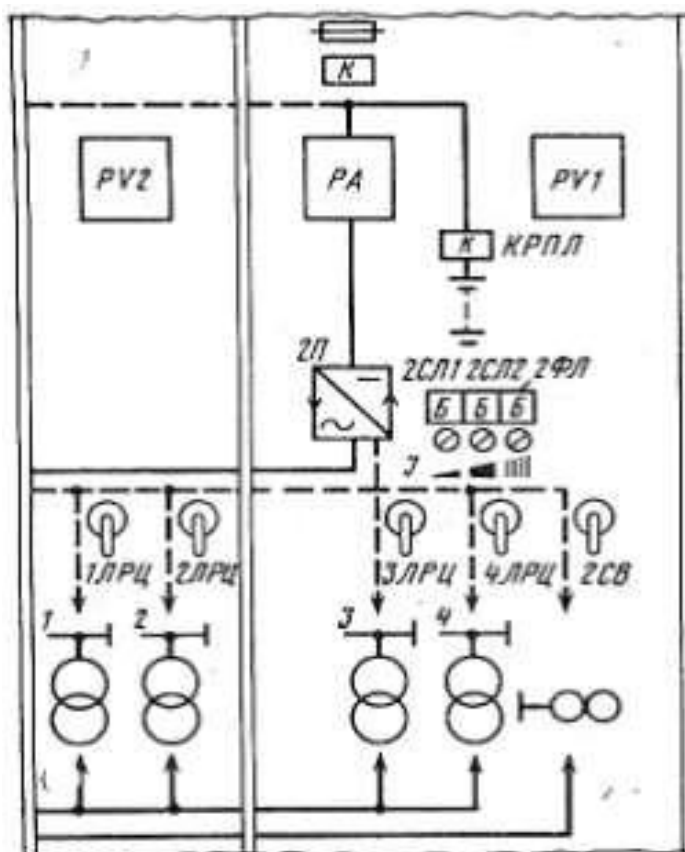

Рисунок 10. Мнемосхема разводки питания панели ПП50-ЭЦ
7.10.2. Для удобства пользования на лицевой стороне панели изображена мнемосхема разводки питания (рисунок 10) с обозначением на ней преобразователя, нагрузки, измерительных приборов и тумблеров для их включения.